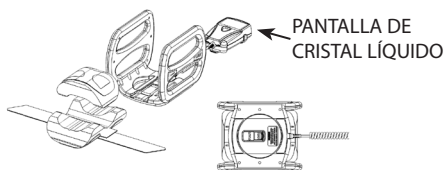

Figura 2. OL1000
1. Coloque el dispositivo (Figura 2, arriba) centrado alrededor de la zona corporal en la que está el hueso fracturado. Si tiene una escayola, una férula o un fijador externo, puede quitar las almohadillas de espuma del OL1000 para lograr un mejor calce.